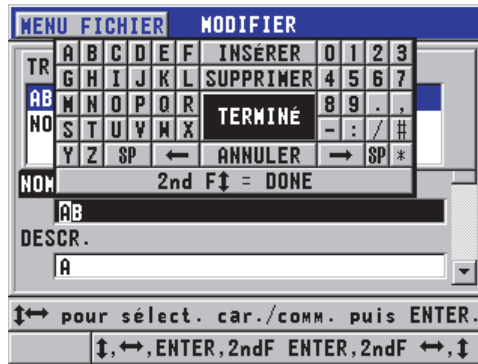

Figure 6-29 Entrée de nouvelles informations fichier
2. Dans l'écran **MODIFIER**, faites ce qui suit (voir la Figure 6-29 à la page 128) :